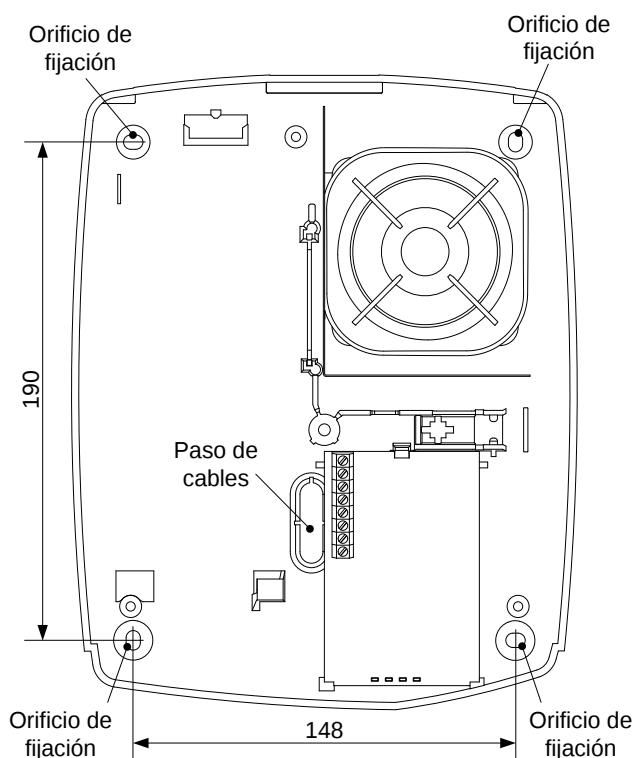

Figura 2 - Vista de la parte inferior de la sirena - dimensiones en mm
- Continúe con la instalación en la pared utilizando los orificios de fijación romper apropiados en la parte inferior del contenedor (como se indica en la *figura 2*).